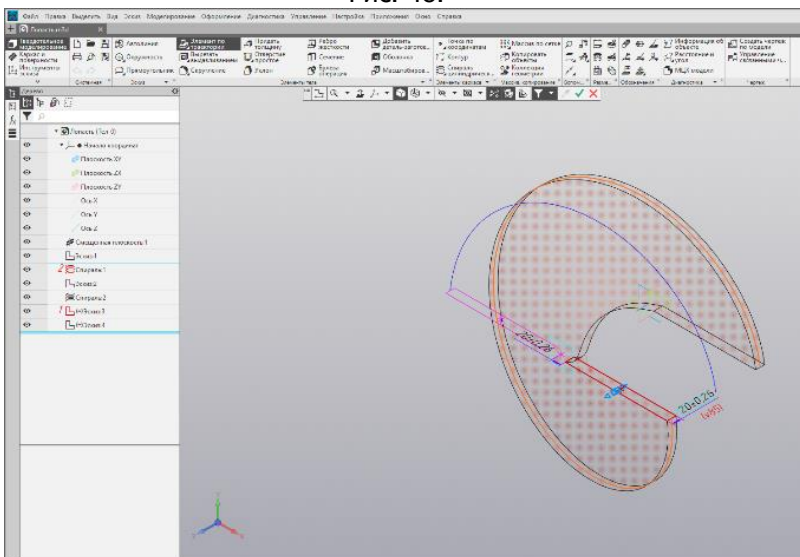

Рис. 49.
2) Укажите в данной последовательности: сначала Эскиз:3, а затем Спираль:1 в Дереве или графической области (рис. 49).